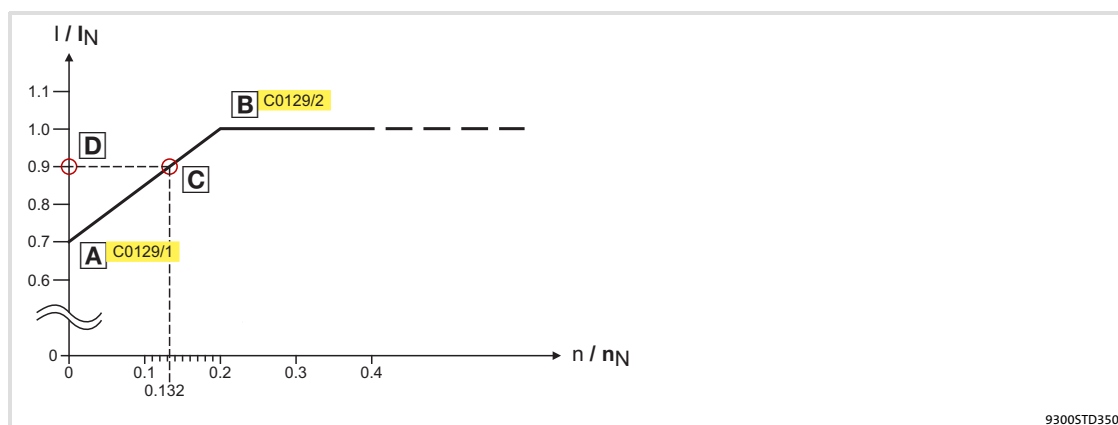

Fig.2-2 Punto de trabajo en el rango de disminución de la curva característica
La curva característica reducida de velocidad/par (Fig.2-2) disminuye la carga térmica permitida de los motores normalizados autoventilados. La curva característica es una recta para cuya definición se necesitan dos puntos:
En la Fig.2-2, en cada punto de trabajo (C) de la curva característica (A ... B) se puede consultar la velocidad del motor junto con la corriente o el par permitidos del motor (D). D también puede calcularse con los valores en C0129/1 y C0129/2 (coeficiente de valoración "y", 16).